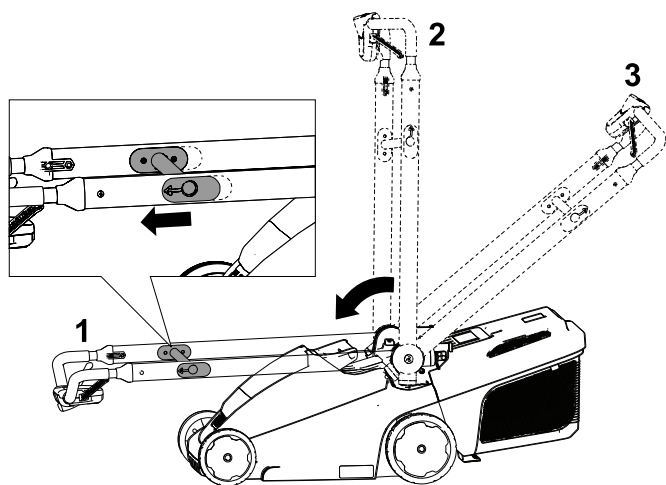

Figura 21
2. Trageți elementul de eliberare a barei de ghidare spre mânerul superior pentru a elibera închizătorul de mâner (Figura 21).
3. Pliați mânerul până la jumătate în față, în poziție verticală sau complet în față, în poziție pliată vertical, așa cum se arată în Figura 21.